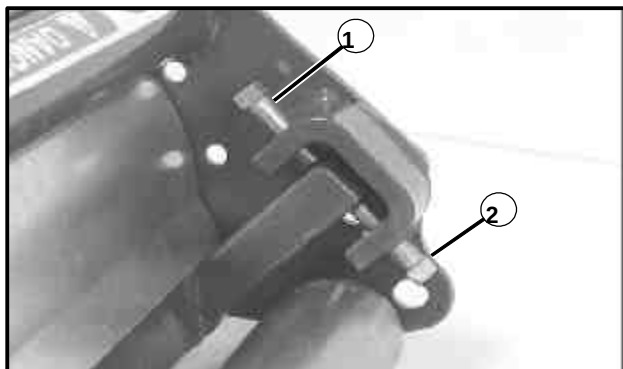

Figure 16
- Desserrer les vis de réglage **inférieures** à chaque extrémité en les tournant approximativement d'un quart de tour dans le sens contraire des aiguilles d'une montre. (Voir la figure 16).